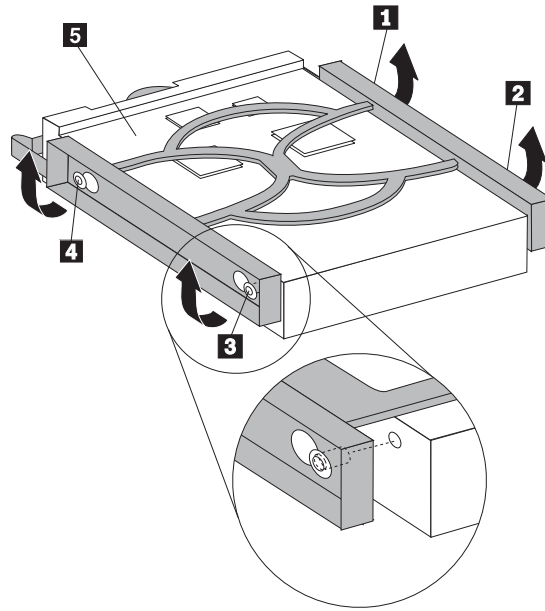

图 20. 更换硬盘驱动器
5. 将新驱动器安装到支架中，弯曲支架并将支架上的引脚 **1** 到 **4** 与硬盘驱动器上的孔对齐。请参阅第 33 页的图 20。请勿触摸硬盘驱动器底部的电路板 **5**。